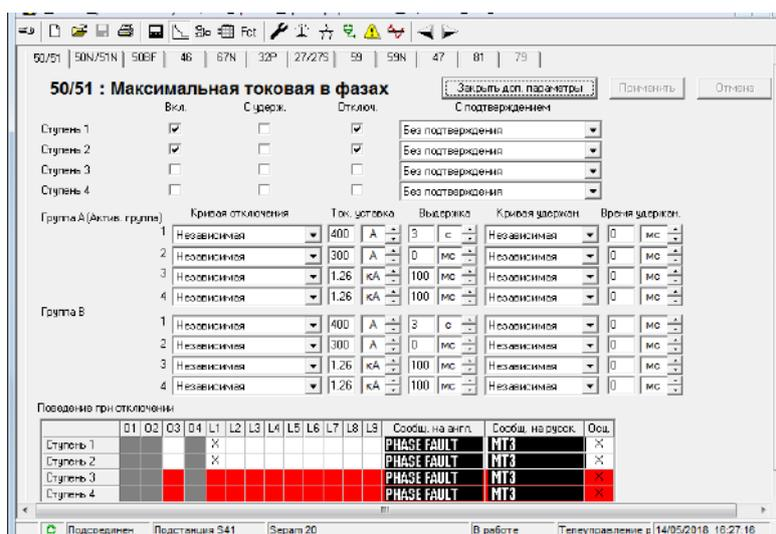

Рисунок 1.7 – Окно «Релейные защиты»
13. На иконке  на панели инструментов расположены параметры уставок (рис. 1.7), каждая вкладка отвечает за один вид релейной защиты. Вкладки представлены цифровыми кодами, полная расшифровка расположена в главной части окна и технической документации блока Seram 40. Вкладки, обозначенные затененным символом, требуют установки дополнительных модулей для работы.